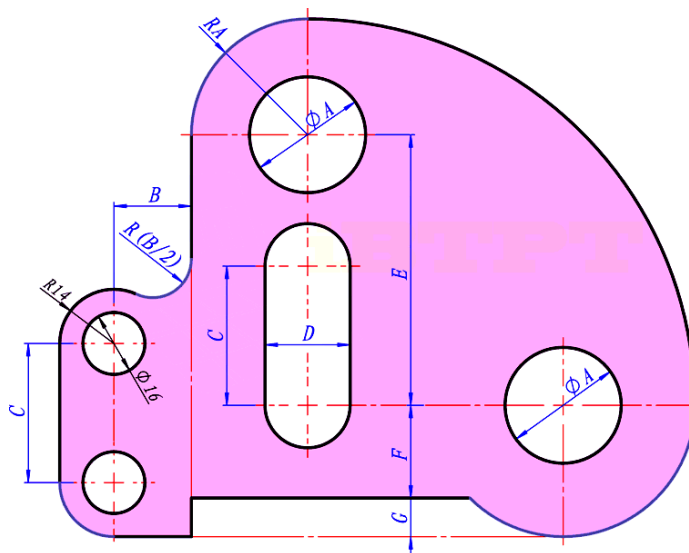

图 2-130 草图 3
- (3) 相切、共线等几何关系(图 2-130 所示为示意图, 只用于表达尺寸和几何关系, 由